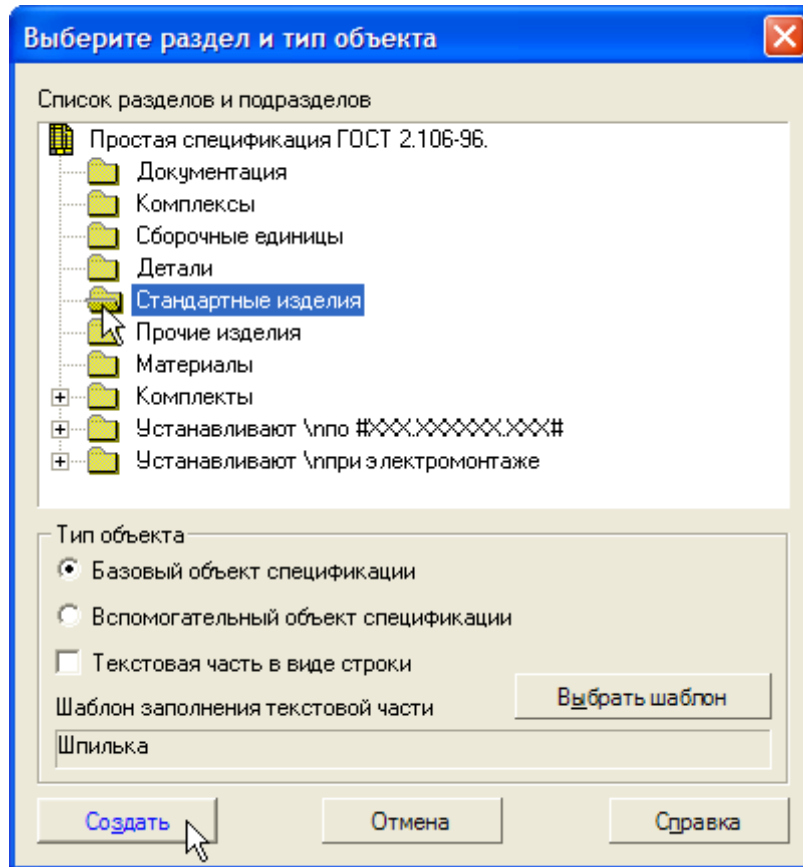

Рисунок 20.
- Укажите раздел Стандартные изделия и нажмите кнопку Создать (рис.20).